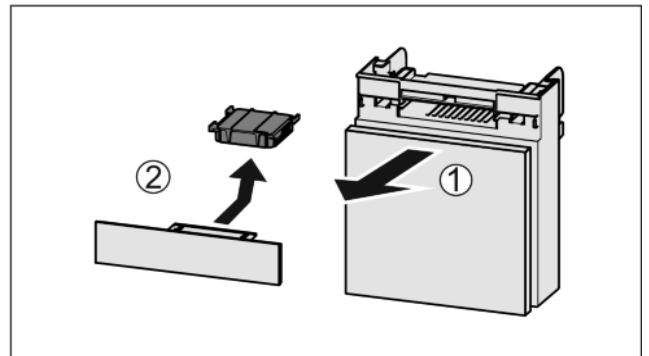

Fig. 39
- ▶ Træk rummet fremad Fig. 39 (1).
- ▶ Tag aktivkulfilteret Fig. 39 (2) ud.